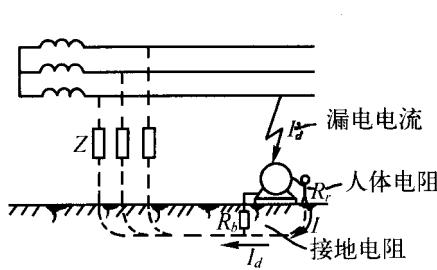
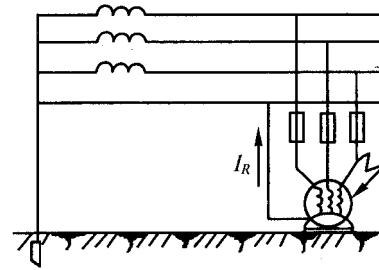

图 1-1 焊接电源保护接地原理
图 1-2 焊接电源保护接零原理
1. 工作条件 工作时交直流电焊设备的外壳都必须可靠接地。在电网为三相三线或单相系统中，应安设保护接地线，如图 1-1 所示。在电网为三相四线接地系统中，应安设保护接零线，如图 1-2 所示。